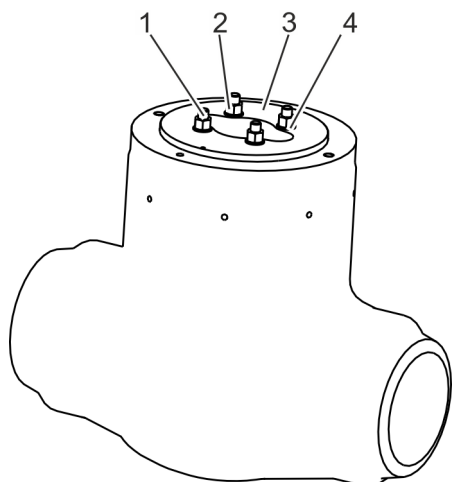

Fig. 16: Vissage du couvercle de serrage
- 28.** ▶ Visser sans serrer à fond le couvercle de serrage (Fig. 16/3) avec les rondelles et les écrous (Fig. 16/2) sur les goujons filetés (Fig. 16/1) du couvercle de fermeture.